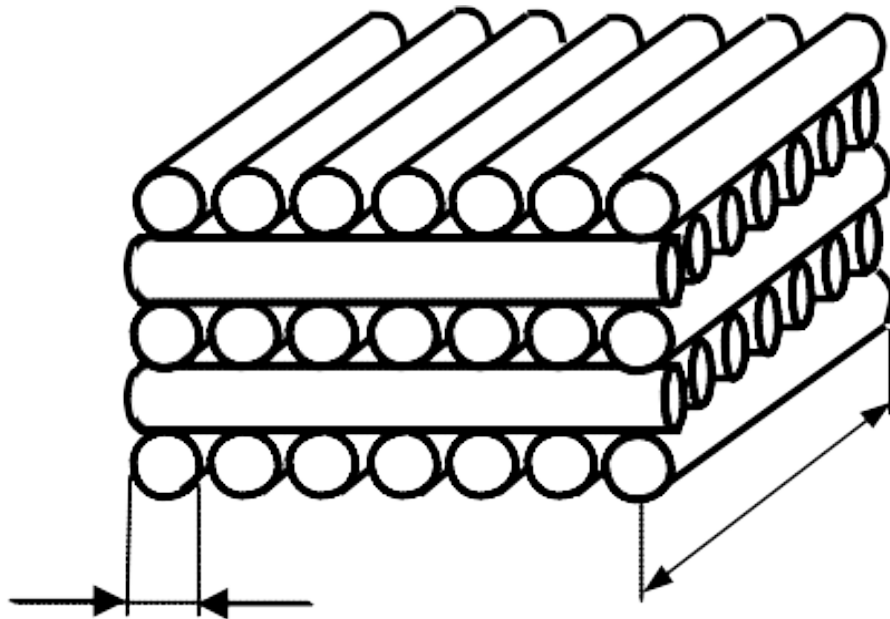

Рис. 1.2 Схема укладки штабеля
1. Найти массу сгоревшей древесины при пожаре штабеля, сложенного из брёвен в 5 рядов. В каждом ряду семь брёвен (рис. 1.2). Плотность древесины составляет 500 кг/м^3 , приведённая массовая скорость выгорания $0,012 \text{ кг/(м}^2 \cdot \text{с)}$. Пожар длился 8 мин, средний диаметр брёвен 15 см, длина каждого бревна 1,5 м.